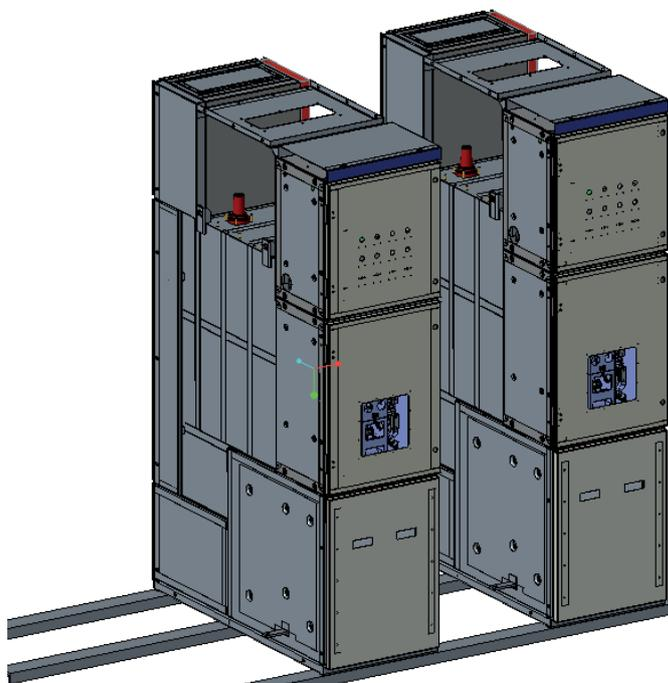

Рис.5-2 Монтаж распределительного устройства
**Шаг 1.** Поместите первую ячейку на стальной швеллер (Рисунок 5-2). Расположите её посередине и соберите ряд ячеек с обеих сторон, исходя из среднего положения.
### Монтаж остальных ячеек (рис. 5-2)